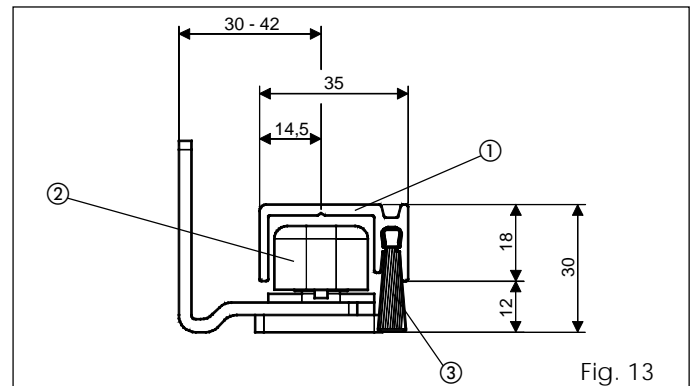

Fig. 13
- Assembleer de glij schoenen volgens de maten van fig. 13 en 15.